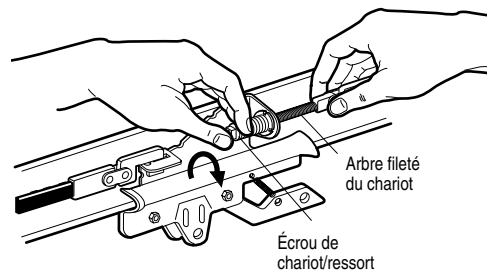

Figure 1
- Visser et serrer à la main l'écrou de ressort du chariot sur l'arbre fileté jusqu'à ce qu'il soit serré contre le chariot. (Figure 1). Ne pas utiliser d'outils.